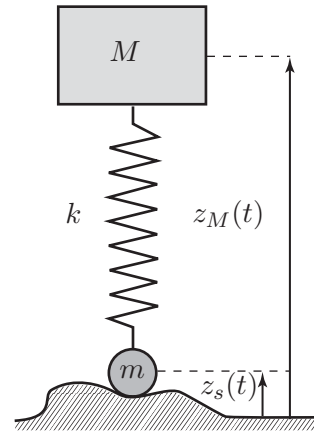

Figure 1
1. La liaison entre la masse  $M$ , d'altitude  $z_M$ , et le sol se fait maintenant par l'intermédiaire d'un ressort de raideur  $k$ , de longueur à vide  $l_0$  et de masse négligeable (figure 1). À l'extrémité inférieure de ce ressort, le contact avec le sol se fait par l'intermédiaire d'une petite masse  $m < M$ .